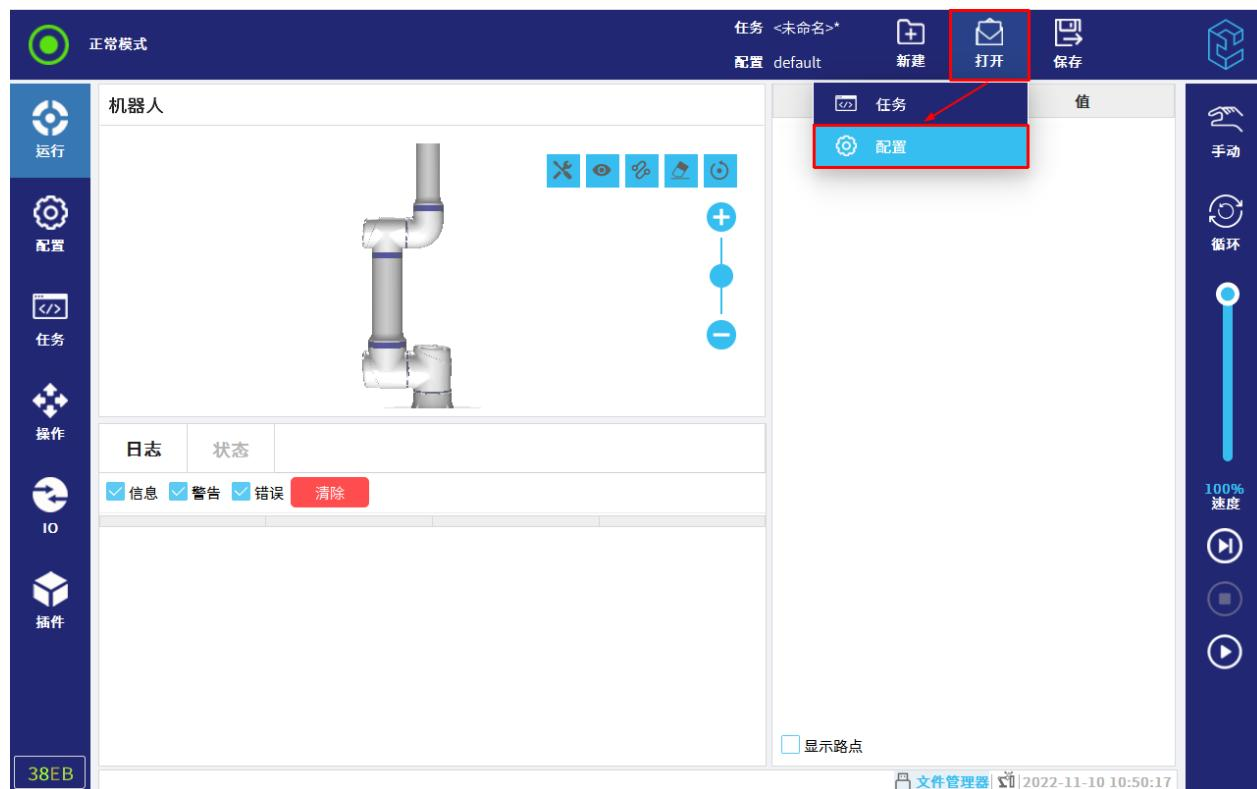

图 8-8 打开配置文件
- 在任务和配置管理器中，点击“打开”，然后选择“配置”，如图 8-8 所示。